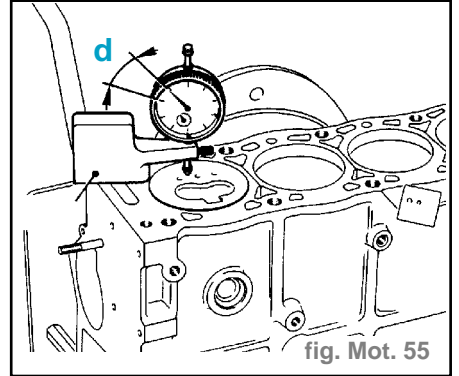

fig. Mot. 55
- Monter le comparateur sur le support et l'étalonner sur un marbre (fig. Mot. 55).
- Relever le dépassement maxi (**d**) (fig. Mot. 55).